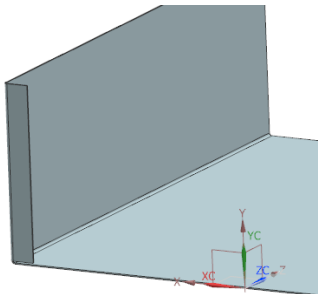

图 6-64 创建弯边特征
(3) 在“弯边”对话框中，单击按钮，创建弯边特征，如图 6-64 所示。